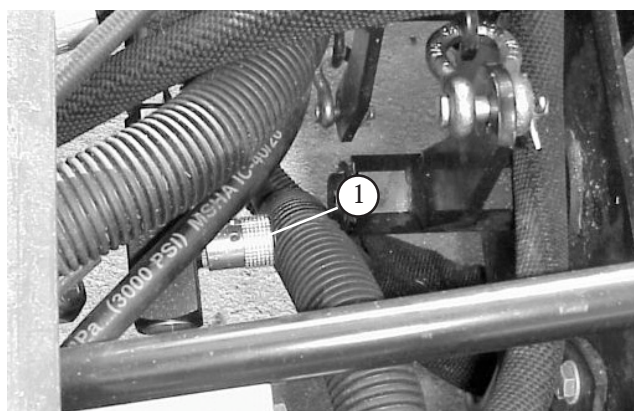

図 63
1. フロー・デバイダ (フット・レストの下にある) を探し出す (図63)。